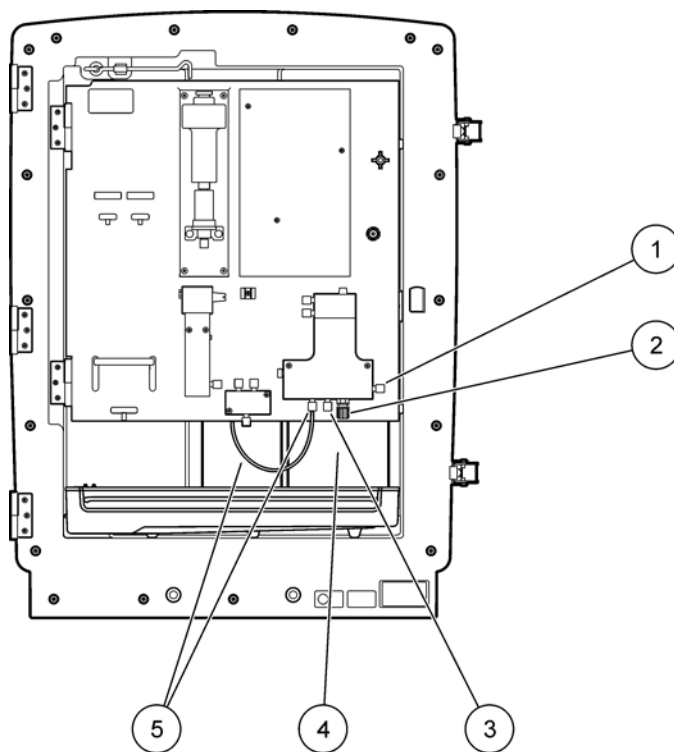

Рисунок 17 Химические препараты и реагенты в анализаторе PHOSPHAX sc (Раздел 8.1 на стр. 63)
1. Поместите контейнеры с реагентами в прибор (Рисунок 17).